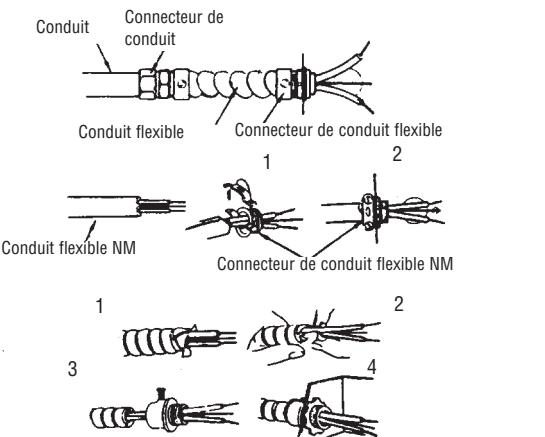

Figure 2 - Connecteurs, câble et matériel utilisés pour connecter l'UH-524TA
REMARQUE : Pour certaines applications un conduit peut être nécessaire (voir la Figure 2). Vérifiez le contenu des normes électriques locales. Si le câblage passe dans un conduit, assurez-vous qu'il y aura assez de conduit flexible pour pouvoir tourner le radiateur si nécessaire.
2. Branchez les connecteurs de câble sur l'appareil (Voir la Figure 2) en glissiez le fil calibre 10 dans le connecteur de câble. Tirez suffisamment de fil dans le connecteur pour pouvoir réaliser les raccordements.